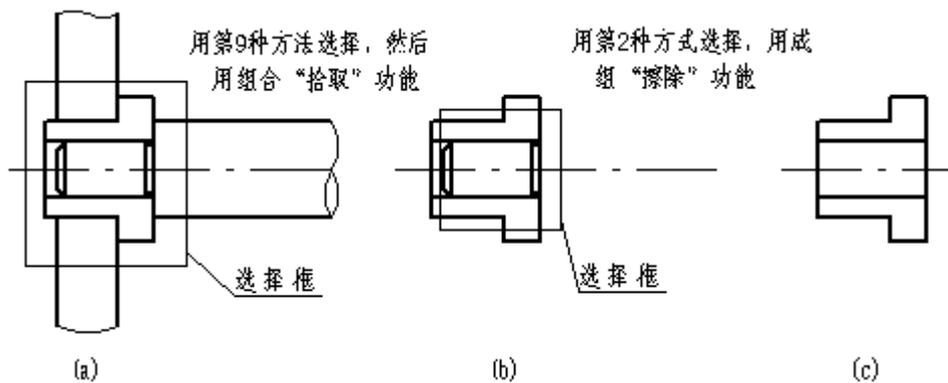

图4.2-36
例三，画法兰盘上均布的孔系(图 4.2-36(b))，原为 8 孔均布，由于法兰盘被削去一块，有一个孔不能要。如图 4.2-36(a)：
③ 将光标移动到图 4.2-36(a) 所示圆心单击鼠标左键或按【Enter】(这一步很重要, 因为圆周均布是以光标所在点进行的);
④ 系统提问是否全要, 单击〈否(N)〉按钮或按【N】, 然后系统将逐个提问是否要, 适当选择【Y】或【N】即可。